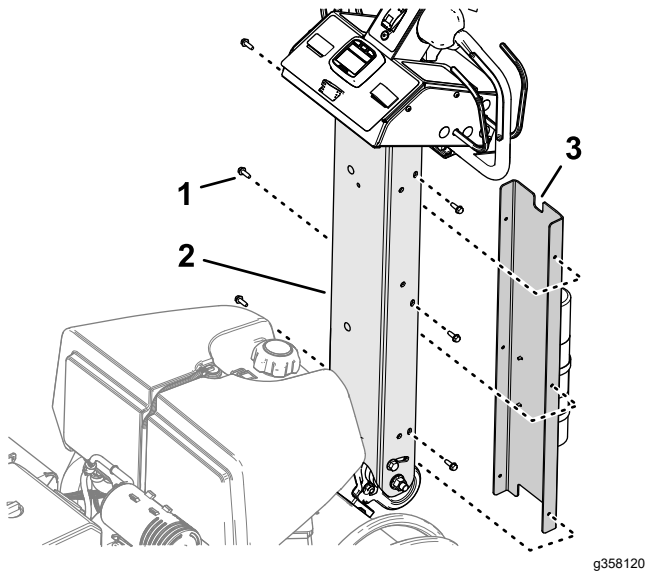

Figura 12
1. Aliniați creștătura mică din capacul barei de ghidare cu creștătura în sus (Figura 12).